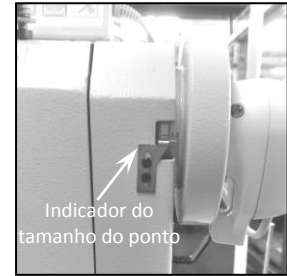

Fig. 14
3. Segure o pino pressionado, gire o volante no sentido de giro da máquina para diminuir o ponto e ao contrário para aumentar o ponto. O tamanho do ponto aparecerá no anel do volante à frente do indicador (Fig. 14).